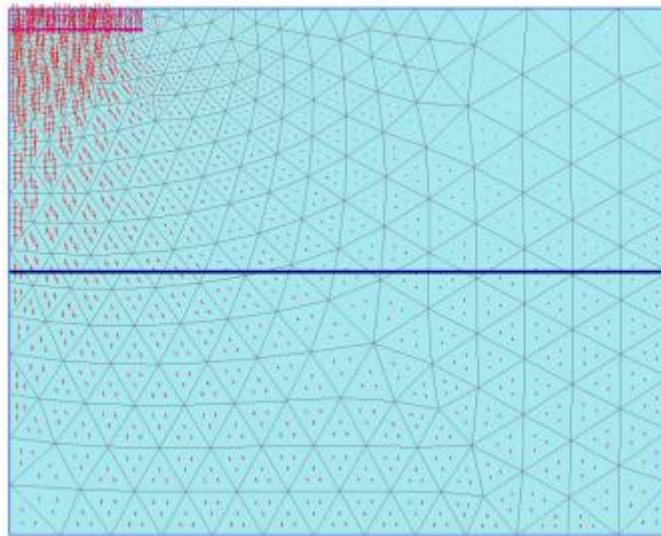

图 21 有效主应力
- 选择应力菜单中有效主应力菜单中选择有效主应力选项，视图显示了每一个土单元的应力点的有效主应力，包括应力大小和方向（图 21）。